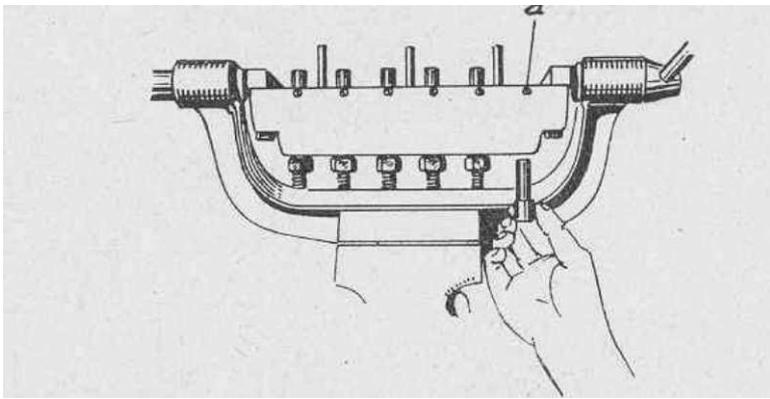

Bild 9 Kolbenführung wird herausgenommen
5. Das Oberteil wieder herumdrehen, die Halteschrauben a (Bild 9) lösen und Kolbenführung nach unten hinausdrücken